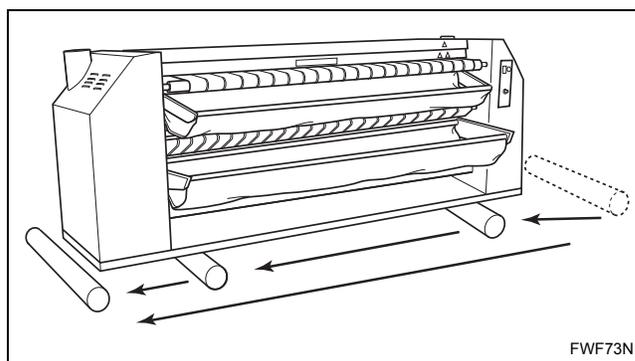

Figure 7
8. Faire rouler lentement la machine en avant de façon à ce qu'elle quitte le premier rouleau, se place sur le second rouleau et progresse vers le troisième rouleau. Se reporter à la *Figure 7*.